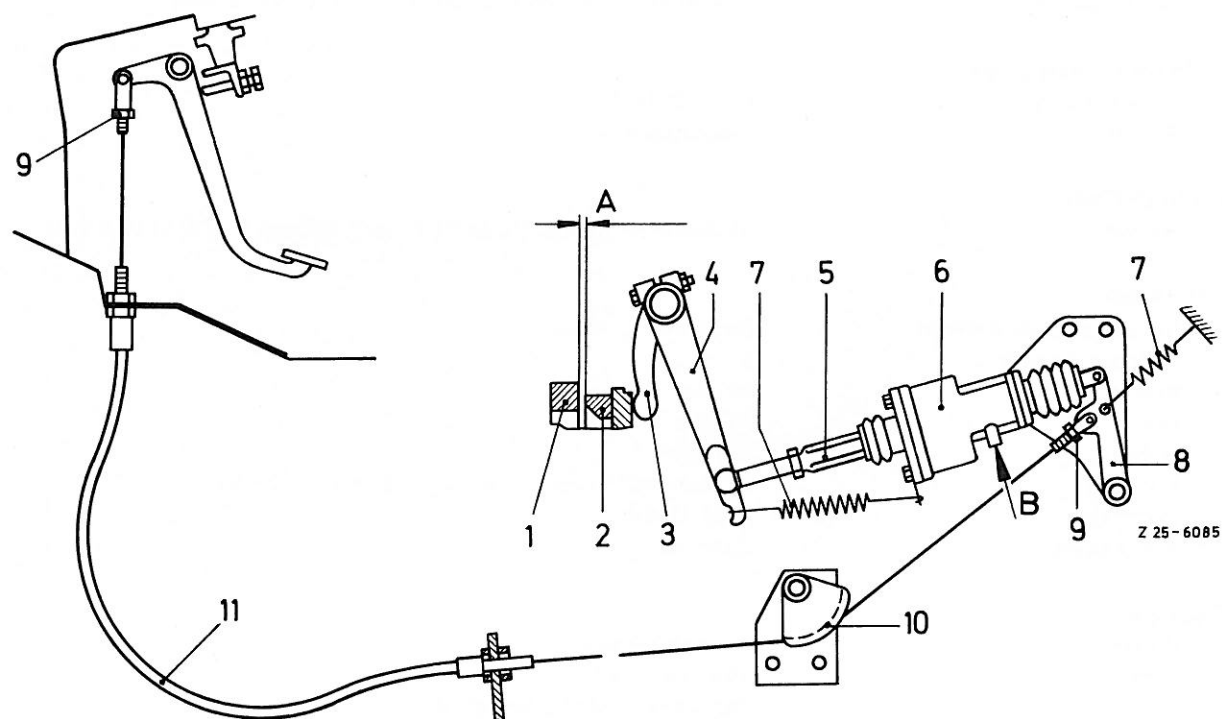

Bild 6: Kupplungsbetätigung
- 2 Seilzug und Rückzugfeder am Betätigungshebel (8) aushängen (Bild 6).
6 Seilzuglänge am Gabelkopf so einstellen, daß sich der Bolzen bei leicht angelegtem Betätigungshebel (8) am Kupplungsverstärker spielfrei einhängen läßt (Bild 6).